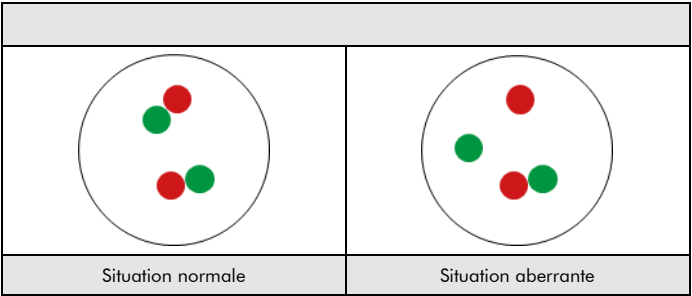

Fig. 2: Résultats attendus dans les noyaux en interphase normaux et présentant une aberration
**Situation normale :** Dans les interfases de cellules normales ou de cellules sans translocation impliquant la région du gène IGH, deux signaux de fusion rouge/vert apparaissent (Voir figure 2).
**Situation aberrante :** Une région du gène IGH affectée par une translocation est indiquée par un signal vert distinct en forme de point et un signal rouge distinct en forme de point (Voir figure 2).